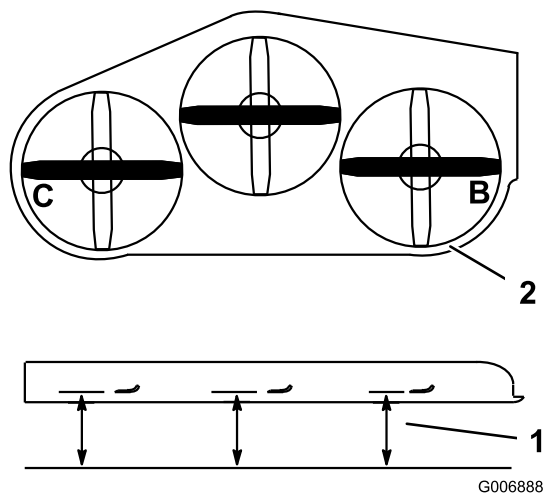

Figure 81
1. Tournez la lame **droite** latéralement (Figure 81).
4. Tournez la lame gauche dans le sens transversal (Figure 81).
5. Mesurez la distance au point C entre la surface plane et le tranchant de la pointe de la lame gauche (Figure 81).